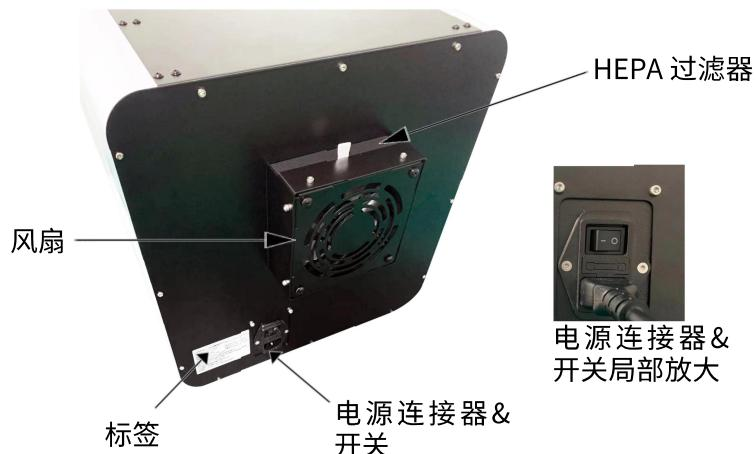

图 2-2. Purifier 32 后视图
后视图 Purifier 32 的后视图，请见图 2-2。
- 始终确保实验室的电源电压符合仪器背面类型标签上的规定（图 2-2）。
警告 确保后面板上的电源开关（图 2-2）处于“O”位置。切勿连接没有接地的电源插座。请勿使用厂家提供的电源线以外的其他电源线。
1. 将电源线连接到电源连接器上，插入仪器（图 2-2）。
开机 在开启 Purifier 32 之前，请确保后面板左下方类型标签（图 2-2）上的电压与本地电压相符。